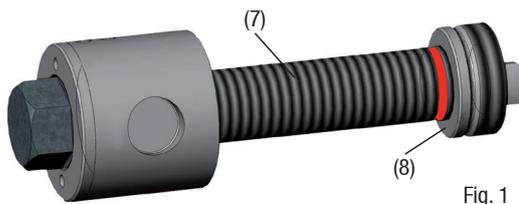

Fig. 1
- L'écrou de la broche (8) ne doit pas dépasser le repère de vis (7) sortie (voir Figure 1).